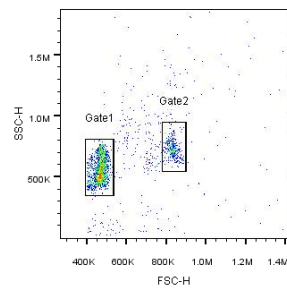

图 1
- 检测空白微球, 调整 FSC-SSC 散点图, 使两群微球落在预定的范围, 设 SSC 较小的的群为 “Gate1”, 较大的微球群设为 “Gate2”, 如图 1。